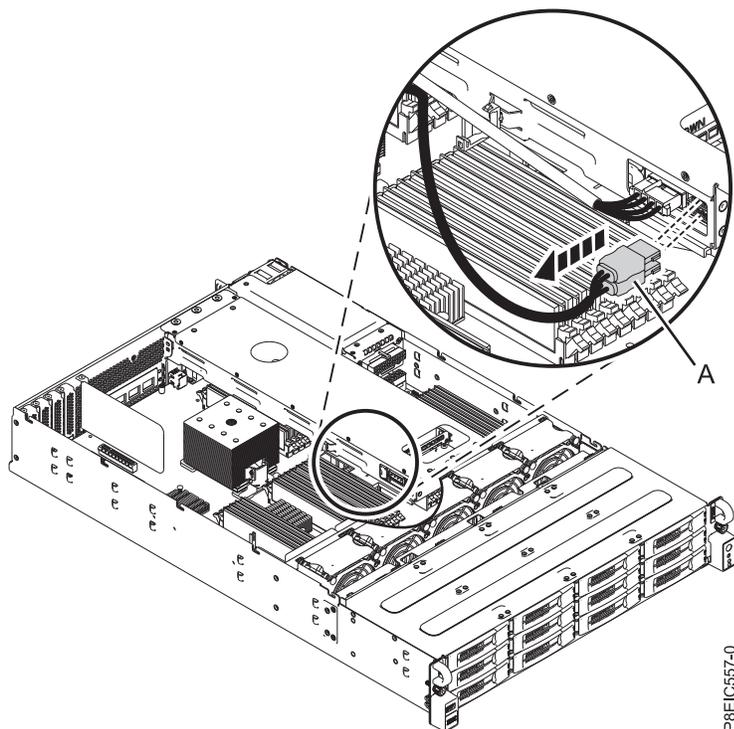

Figure 39. Déconnexion du cordon d'interface d'unité du tiroir d'unité arrière
3. Débranchez et retirez le cordon d'interface d'unité (A) du tiroir d'unité arrière, comme illustré dans la figure 39.